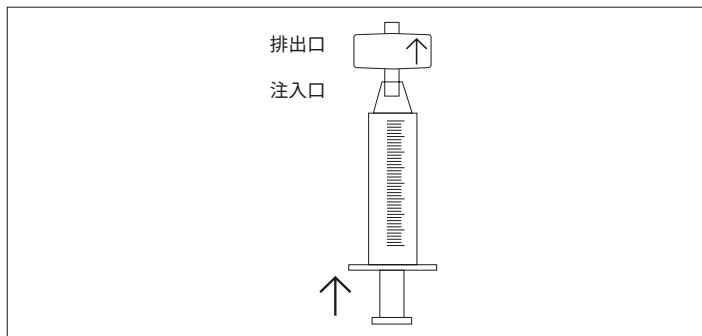

図3:ルアーシリンジで気泡を除去するSartobind Convec® SC and D Nanoの充てん
- ▶ 10～20 mLのルアーシリンジに平衡化バッファーを充てんし、カプセルに接続します。カプセルを直立状態に保ち（排出口を上）、図3のように空気を排出します。